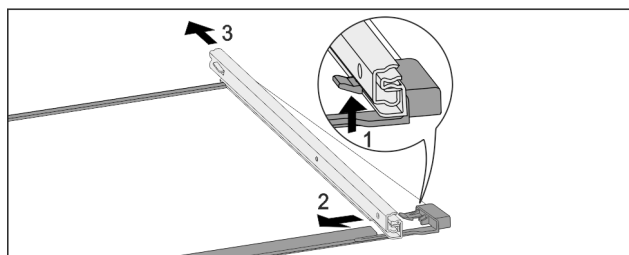

Fig. 173 Płyta szklana z szynami
- Wcisnąć przedni hak ryglujący do góry. Fig. 173 (1)
- Wysunąć prowadnicę w bok Fig. 173 (2) i do tyłu Fig. 173 (3).